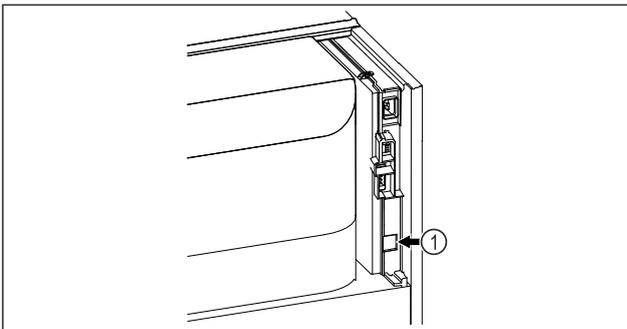

Fig. 59
- SmartModule Fig. 59 (1) ist eingesetzt.